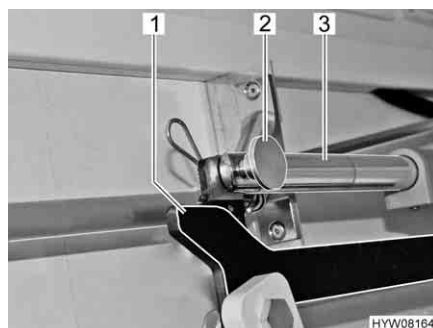

Fig. 109 Azionamento
- Rimuovere il collegamento (copiglia e bullone) (Fig. 109,2) tra la biella (Fig. 109,3) e la leva (Fig. 109,1).
- Afferrare dal basso tra parete laterale e la tiranteria del letto basculante e rimuovere il collegamento (copiglia e bullone) (Fig. 109,2) tra la biella (Fig. 109,3) e la leva (Fig. 109,1).